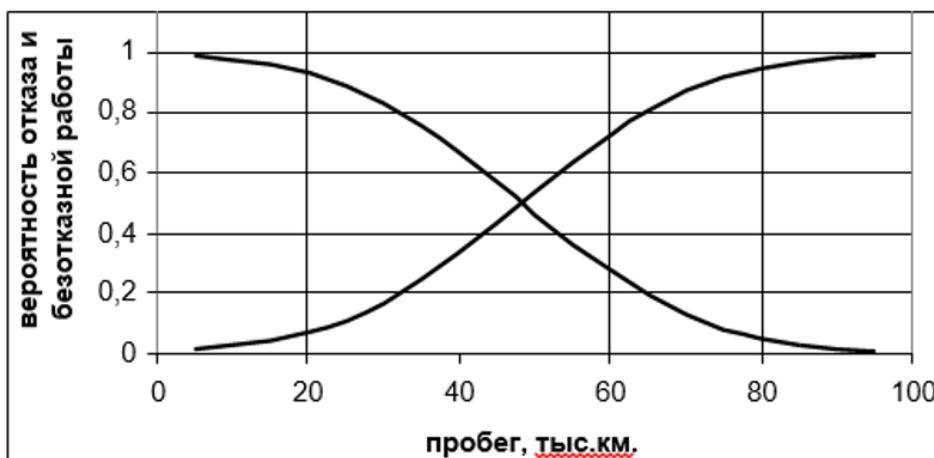

Рисунок 1 - Изменение вероятности отказа (P) и вероятности безотказной работы (R) в зависимости от наработки θ
1. По имеющемуся графику вероятности безотказной работы автомобиля (см. рис. 1) рассчитать графоаналитическим методом надежность перевозочного процесса на заданном интервале пробега при следующих условиях: текущее значение пробега автомобиля $L_t = 20$ тыс. км.; заданный интервал пробега $L_3 = 10$ тыс. км.; уровень надежности автомобиля при выполнении перевозочного процесса $R=0,8$,
2. По имеющемуся графику вероятности безотказной работы автомобиля и его отказа (см. рис. 1) рассчитать графоаналитическим методом остаточный ресурс автомобиля при следующих условиях: текущее значение пробега автомобиля $L_t = 40$ тыс. км.; при предельной вероятности отказа $P=0,6$